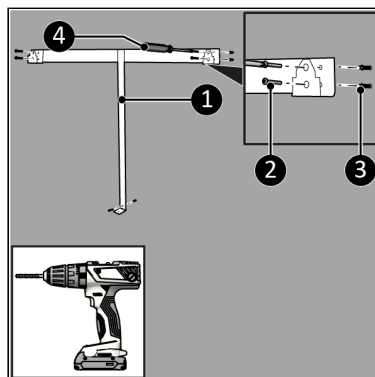

Figure 43.
4. Placez le support mural (Figure 43, pos. 1) contre le mur et marquez les cinq trous.
6. Insérez des chevilles (Figure 43, pos. 3).
7. Vissez et fixez le support mural au mur avec cinq grandes vis (Figure 43, pos. 2) à l'aide d'un tournevis cruciforme (Figure 43, pos. 4).